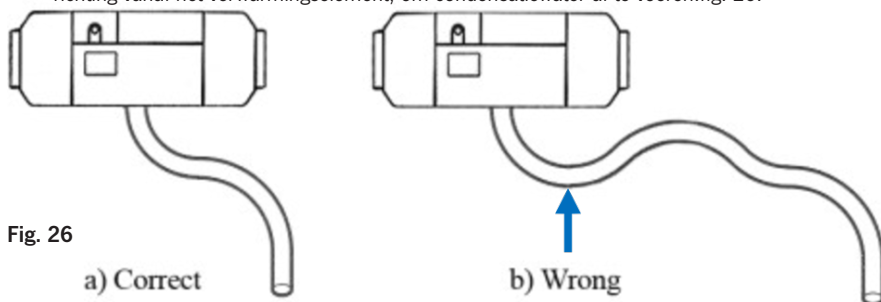

Fig. 26
- Installeer de verbrandingsluchtinlaatpijp en de uitlaatpijp in een continue neerwaartse richting vanaf het verwarmingselement, om condensatiewater af te voeren. fig. 26.